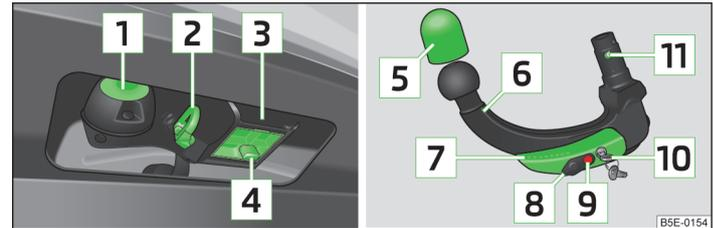

Abb. 99 Träger der Anhangvorrichtung / Kugelstange
- Die Kappe **4** » Abb. 99 auf Seite 110 nach unten abziehen.
- Die Abdeckkappe **4** » Abb. 99 auf Seite 110 auf den Aufnahmeschacht stecken. ▶